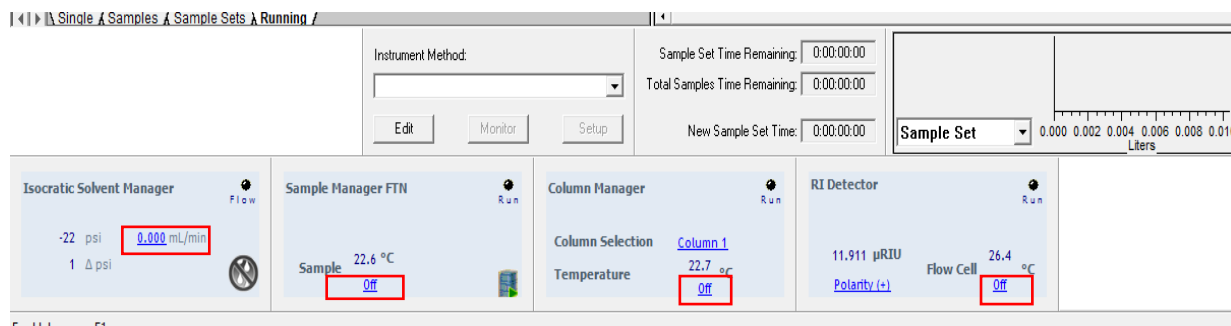

图6-35
- 6.6.4. 待温度降至室温，将流动相流速设为0，最后的界面如图6-35。